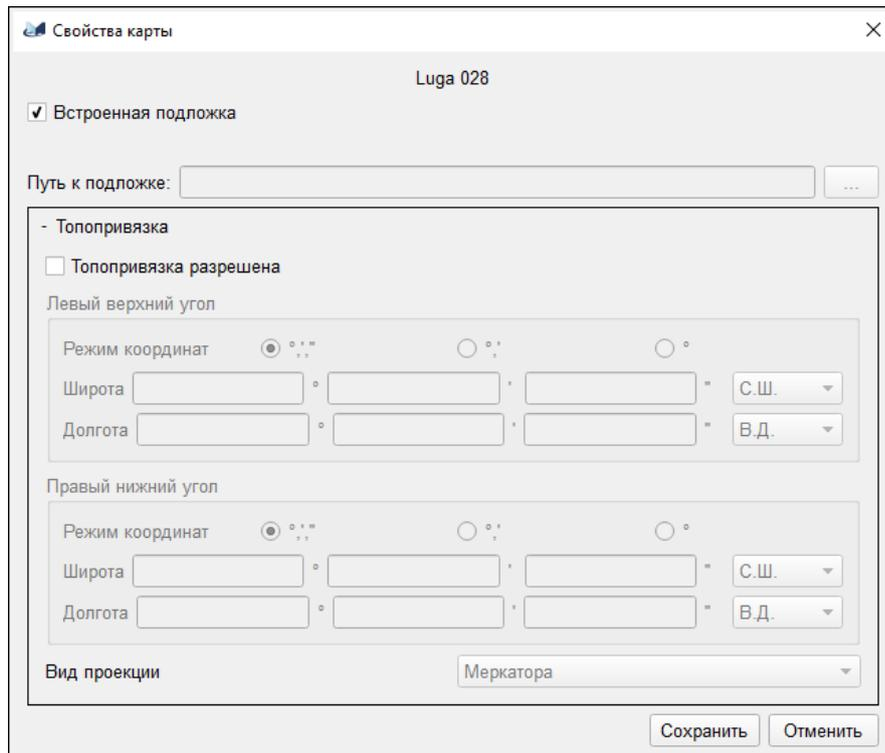

Рис. 26
4.1.2.1. Просмотреть и изменить (при наличии прав у пользователя) свойства текущей карты (кроме имени) можно с помощью пункта главного меню "Карты"-*"Свойства карты"*. Выбор данного пункта меню приведет к открытию диалогового окна свойств карты (рис. 26).